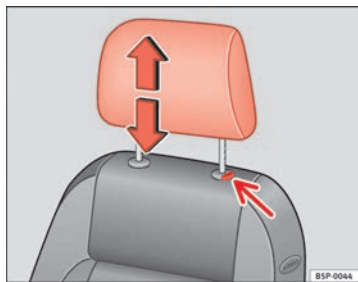

Abb. 66 Kopfstütze einstellen oder ausbauen
- Drücken Sie die Taste ⇒ Abb. 66 (Pfeil).